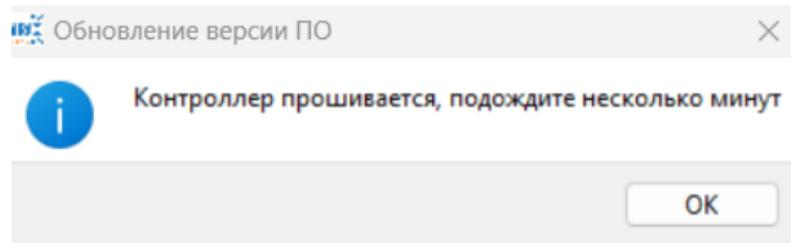

Рисунок E.5
7. После загрузки файла, газоанализатор через некоторое время автоматически перезагрузится (см. рисунок E.5);